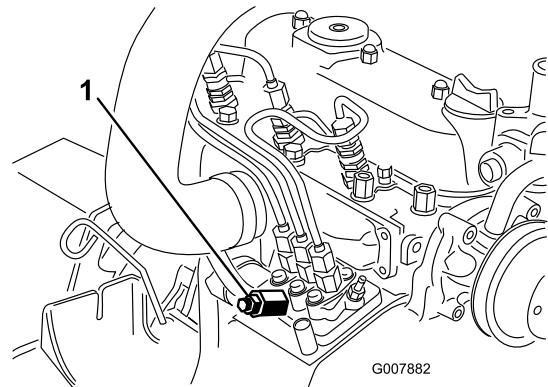

Figura 40
3. Mettete un cencio sotto la vite di spurgo dell'aria, sulla pompa d'iniezione del carburante, ed apritela (Figura 40).